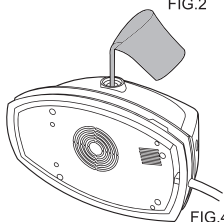

FIG.4
6. Remplissez la chaudière avec de l'eau (assurez-vous d'utiliser de l'eau du robinet), et secouez-la à nouveau (Fig. 4, 5 et 6).